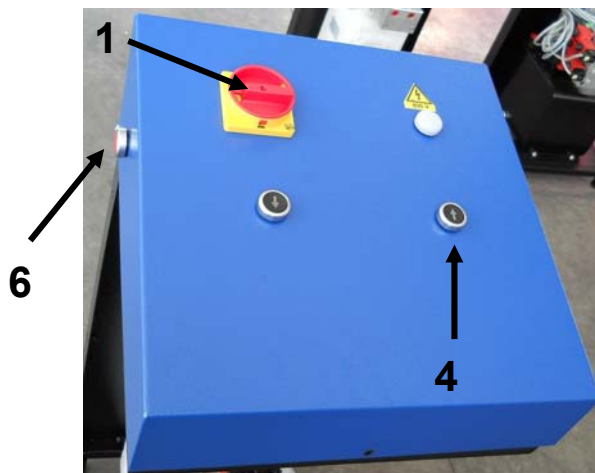

Bild 13
6. Drücken Sie den EF Knopf (Ausschluß von Schalter für Endposition), der auf der rechte Seite der Steuerpult sich befindet (Bild 13) und halten es gedrückt, und gleichzeitig drücken Sie pulsweise von 2-3 Sekunden bis die hydraulische Einheit voll ist. Wenn der Öl Pegel im Behälter konstant ist (also keine fehlende Menge), die Prozedur ist vollständig. Diese Prozedur führt durch die Selbst Entlüftung der Zylinder und die Auto-Nivellierung der Plattformen.